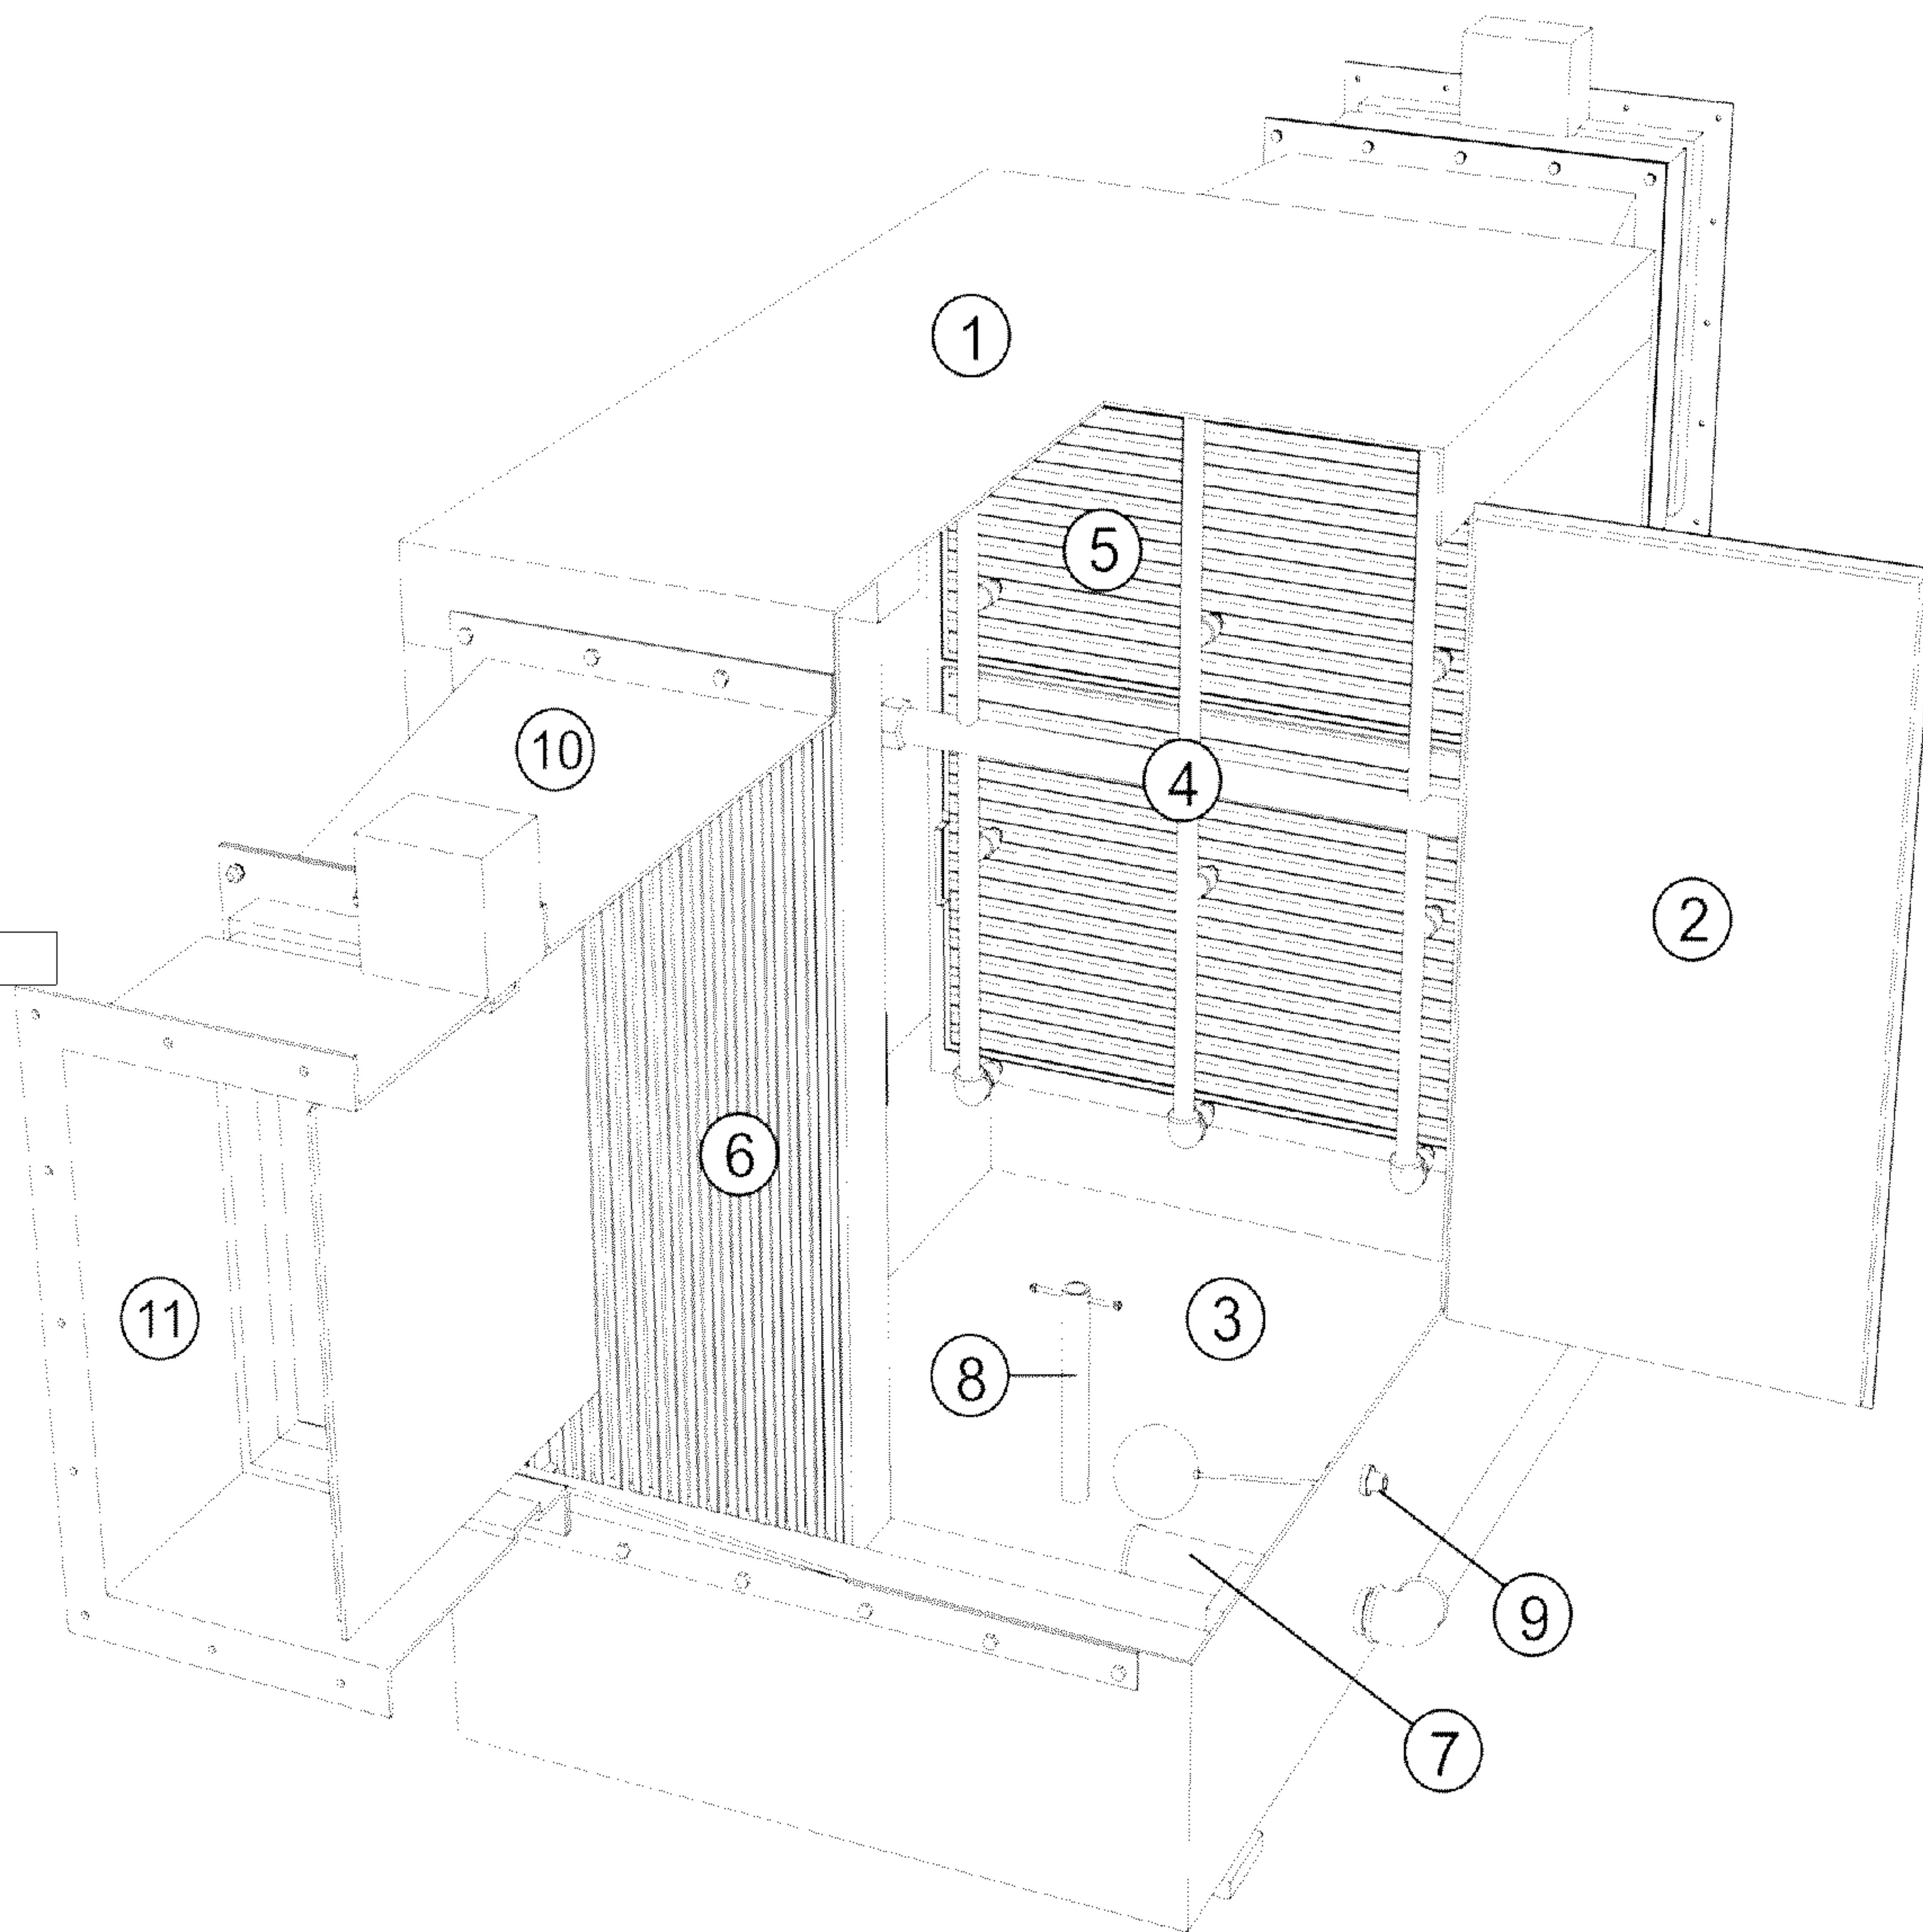

Рис. 3. Устройство гидрофилтра
6. Установите лабиринтные фильтров (поз. 4, рис. 3) в ячейки. По очереди каждый фильтр заносится в камеру и размещается в своей ячейке. Вес каждого лабиринтного фильтра около 25кг.
8. Установите душирующего устройства (поз. 5, рис. 3). Форсунки должны быть направлены навстречу воздушному потоку.
9. Установка сетчатого фильтра (поз. 6, рис. 3).